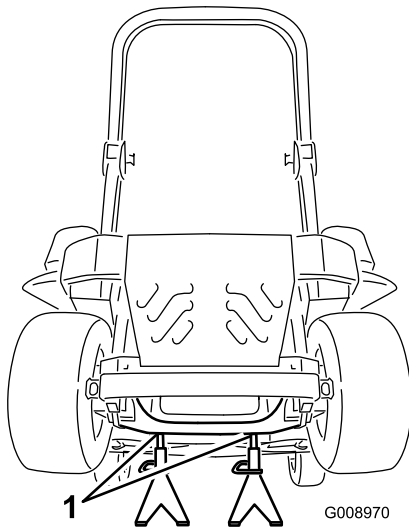

Figure 89
3. Soulevez la machine sur des chandelles (Figure 89).
9. Retirez les chandelles et abaissez la machine (Figure 89).